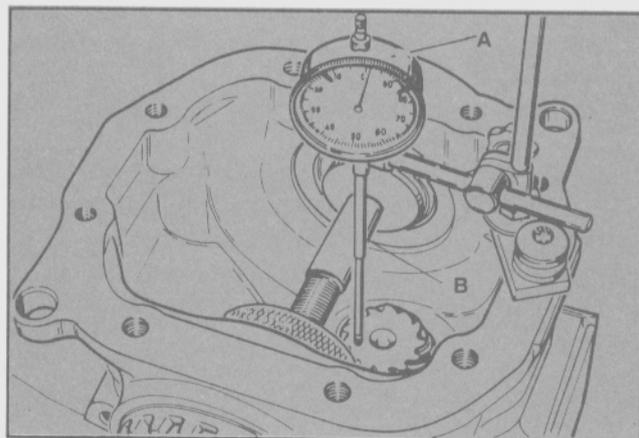

Fig. 37 - Ubicación de la herramienta especial para la determinación del alabeo medio del piñón
- Instalar el soporte de la herramienta T61A-4201-BAS y posicionar el palpador, Detalle 16, del reloj comparador en el borde exterior de la cara del piñón, cerca del eje de calibración de la herramienta especial 15-019 (Fig. 37).